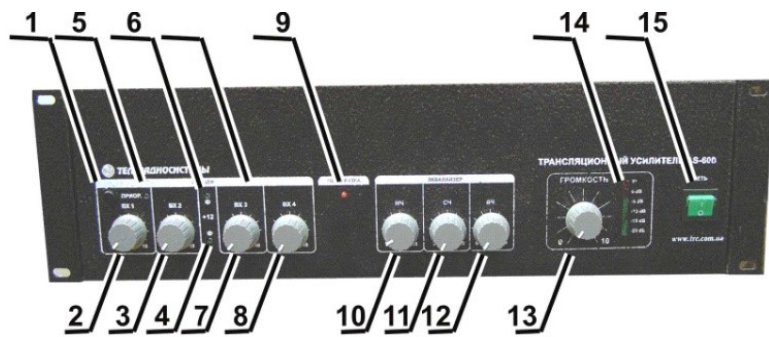
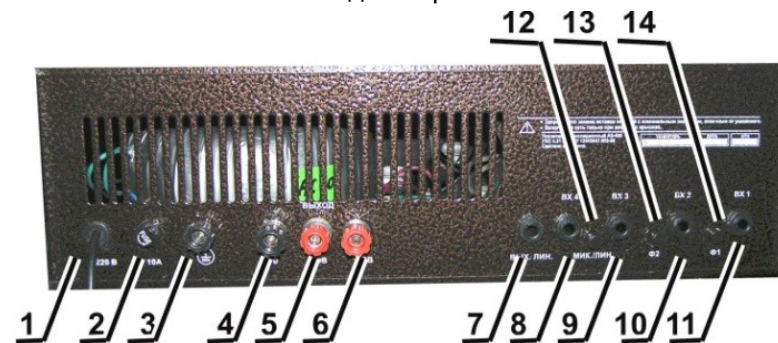

Рис. 1. Вид передней панели УМ спереди.
Рис. 2 Вид задней панели усилителя AC-600
Приоритет активизируется при нажатии кнопки (рис.1,поз.1) на передней панели усилителя. При этом загорается индикатор включения приоритета (рис.1,поз.5).
Усилитель содержит трёхполосный регулятор тембра (рис.1,поз.10-12), позволяющий изменять тембровую окраску сигнала и эффективно корректировать амплитудно-частотную характеристику входных звуковых сигналов.
Перегрузка входных каналов индуцируется красным светодиодом (рис.1,поз.9) на передней панели усилителя .
Для визуального определения уровня выходной мощности усилитель имеет ступенчатый индикатор выходного напряжения(рис.1,поз.14) .
МИКР./ЛИНИЯ (рис.2,поз.12)). Общий регулятор громкости(рис.1,поз.13) установить в крайнее правое положение, а регулятором уровня чувствительности соответствующего входа выставить номинальное напряжение на выходе усилителя, что определяется кратковременным подсвечиванием красного светодиода в индикаторе (рис1,поз.14), соответствующего уровню 0 дБ.
При необходимости, регуляторами тембра(рис.1,поз.10-12) произвести требуемую коррекцию амплитудно-частотной характеристики. Передать речевое сообщение.
2.3.6. Для озвучивания больших площадей возможно каскадирование двух и более усилителей. Для этого к линейному выходу (рис.2,поз.7) ведущего усилителя кабелем подключить линейный вход (рис.2, поз.8,9) ведомого усилителя.
2.3.1. Регуляторы задействованных входов (рис.1 поз.2,3,7,8) установите примерно в среднее положение, при этом не должен загораться индикатор перегрузки входа (рис.1поз.9).
2.3.2. Общим регулятором громкости (рис.1поз.13) установите необходимую громкость звучания. При работе устройства следует следить за тем, чтобы индикатор перегрузки по входу (рис. 1поз.9) не светился. Несоблюдение данных требований влечёт воспроизведение сигнала с большими искажениями.
Для реализации указанного режима необходимо подключить линейный источник сигнала к входу «Вх 4» или «Вх 3», при этом кнопочный переключатель МИКР./ЛИНИЯ соответствующего входа установить в положение ЛИНИЯ. Включить усилитель и установить общий регулятор громкости (рис.1, поз.) в крайнее правое положение, а регулятором уровня чувствительности соответствующего входа канала выставить номинальное напряжение на выходе усилителя, что определяется кратковременным подсвечиванием красного светодиода в индикаторе (рис1,поз.14), соответствующего уровню 0 дБ;
2.3.4. При работе АС-600 в составе систем оповещения рекомендуется использовать приоритетный вход «Вх1» для подключения источника с наивысшим уровнем приоритета (например микрофонную консоль МК-011, устройства тревожного оповещения). Звуковой сигнал «Вх 1» будет перебивать трансляцию звуковых программ по входам «ВХ 2...ВХ 4» (например, фоновой музыки, рекламных сообщений и т.п.). При этом кнопочный выключатель ПРИОРИТЕТА (рис.1,поз.1) должен быть в нажатом положении. Если кнопка ПРИОРИТЕТА отжата, происходит микширование сигналов по всем входам усилителя «Вх 1...Вх 4». Необходимые уровни сигналов по каждому входу устанавливаются соответствующими регуляторами уровней сигналов (рис.1 поз.1,2,7,8).
2.2.6 Подключить источники сигнала к входам усилителя (рис.2 поз.8-11) с помощью
Первый канал усилителя «Вх.1» (рис.2, поз.11) является чисто микрофонным. При нажатии кнопки включения фантомного питания (рис.2, поз.14) на контакты разъема «Вх.1» (рис.2, поз.)
Второй канал усилителя «Вх.2» (рис.2, поз.10) является также микрофонным. В нем отсутствует приоритет. Включение фантомного питания осуществляется кнопкой «Ф2» (рис.2, поз.10), а регулировка уровня чувствительности во втором канале устанавливается регулятором уровня сигнала «Вх.2» (рис.1, поз.3);
Третий канал усилителя «Вх.3» (рис.2, поз.9) является переключаемым – микрофонный/линейный. При нажатой кнопке «МИК./ЛИН.» (рис.2, поз.13) вход третьего канала усилителя АС-600 является микрофонным (только для динамических микрофонов), при отжатой кнопке – линейным. Уровень регулировки чувствительности в третьем канале устанавливается регулятором уровня сигнала «Вх 3» (рис.1, поз.7).
Четвертый канал усилителя «Вх.4» (рис.2, поз.8) является линейным несимметричным. Уровень регулировки чувствительности в четвертом канале устанавливается регулятором уровня сигнала «Вх 4» (рис.1, поз.8).
2.2.7 Подключить необходимые акустические устройства к выходным клеммам (рис.2 поз.4-6);
2.2.8. Подключить сетевым шнуром (рис.2 поз.1) усилителя с к сети ~ 220 В, 50 Гц .